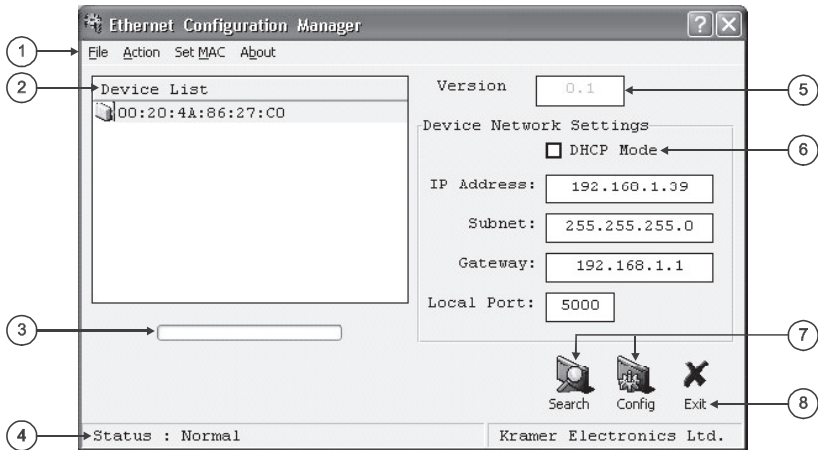

Рис. 7. Окно менеджера конфигурации порта Ethernet
3. После установки программы щелкните по соответствующему ярлычку в папке *Programs (Программы)* меню *Start (Пуск)*. Откроется окно менеджера конфигурации (рис. 7).